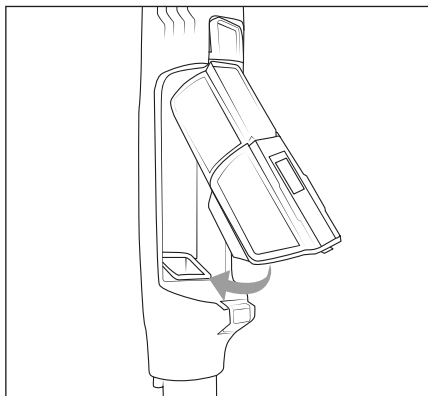

Fig. 21
- 8) Remettez d'abord en place le bac à filtre HEPA ⑤ puis le bac à poussière ⑦ dans l'appareil (voir fig. 21). Veillez à ce que le bac à poussière ⑦ s'enclenche de manière audible dans l'appareil.